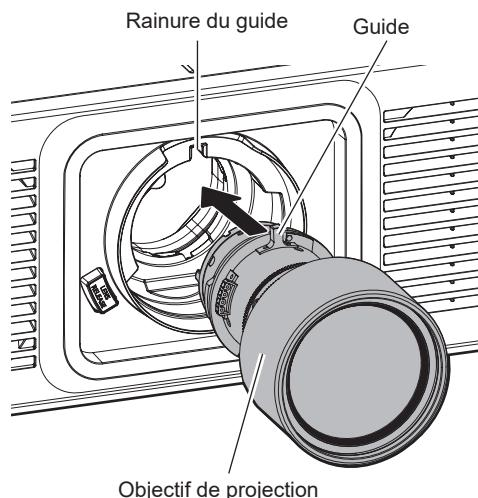

Fig.2
- 2) Alignez le guide de l'objectif de projection sur la rainure du guide du projecteur et insérez-le jusqu'au bout. (Fig. 2)